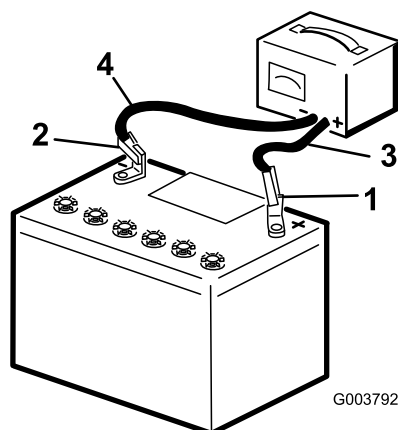

Figura 82
3. Conecte el cable positivo del cargador de la batería al borne positivo (Figura 82).
4. Conecte el cable negativo del cargador de la batería al borne negativo (Figura 82).
6. Cuando la batería esté completamente cargada, desconecte el cargador de la fuente de electricidad, luego desconecte los cables del cargador de los bornes de la batería (Figura 82).